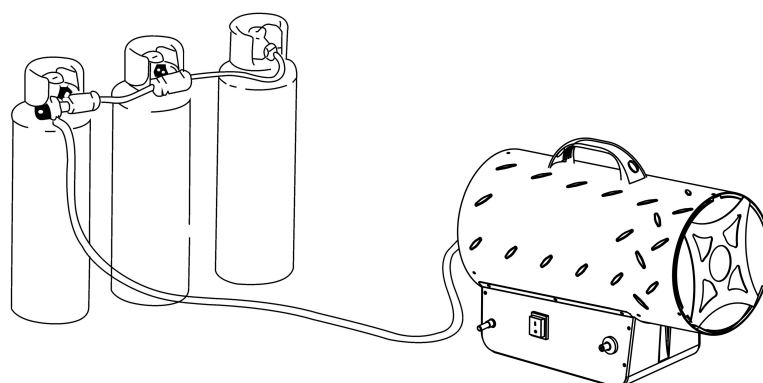

Figure 1
- 1.9. Si le chauffage doit fonctionner pendant une longue période à sa capacité maximale, il est possible que de la glace se forme sur la bouteille. Cela est dû à un prélèvement excessif de vapeur. Ce n'est pas pour cette raison, ni pour aucune autre, que la bouteille doit être chauffée. Pour éviter cet effet, ou du moins le réduire, utilisez une grande bouteille ou deux bouteilles reliées entre elles (Figure 1).